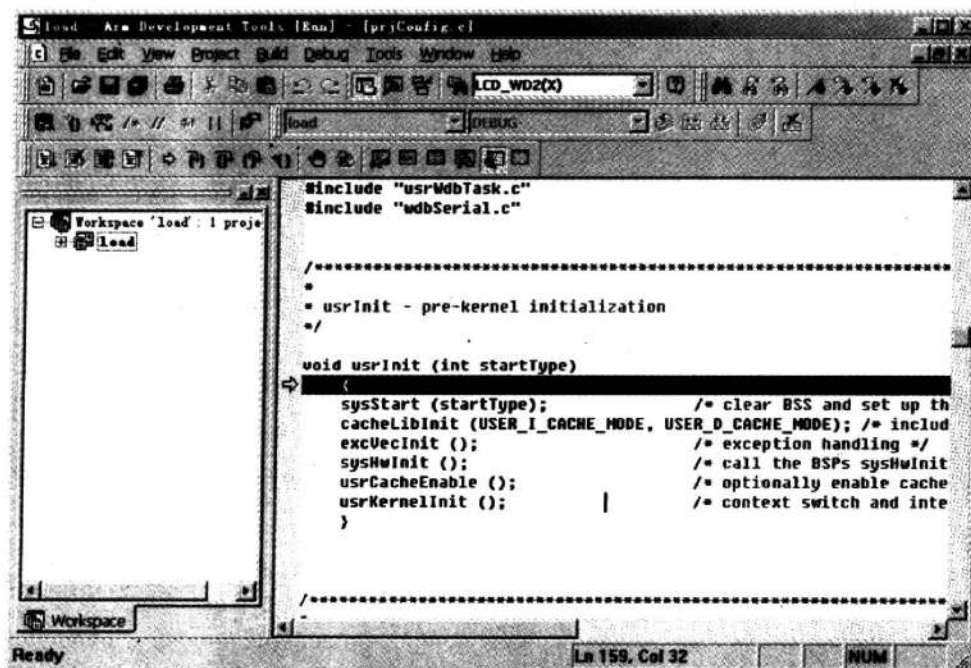

图 4-25 执行程序
⑤ 执行程序。选择 Debug→go 运行程序,见图 4-25。